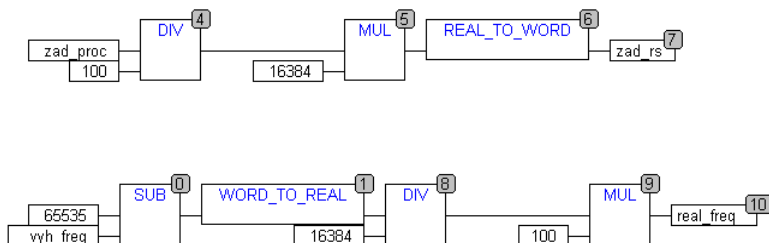
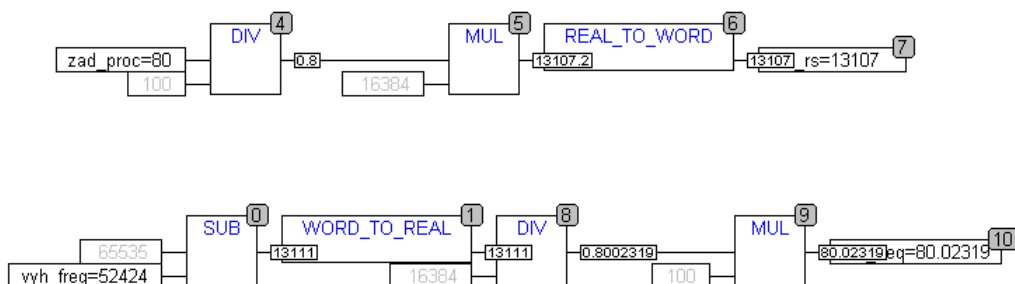

Рисунок 4.7 Часть программы управления ПЧВ (задание и считывание частоты вращения привода в % от значения 3-03)
Рисунок 4.8 Кадр работы программы задания/считывания выходной частоты ПЧВ в % (задание 80% от 3-03)
**Задание частоты вращения** можно производить в переменной **регистра 50010** в диапазоне 0-16384. Считывание текущей частоты в автоматическом режиме происходит в диапазоне 65535 – 49151 (0-максимальная скорость согласно 3-03 соответственно). Поскольку это не слишком наглядно, можно использовать процентное задание и считывание текущей частоты с помощью программного кода, показанного на рис.4.7. Кадр работы программы при задании частоты 80% от максимальной показан на рис.4.8.